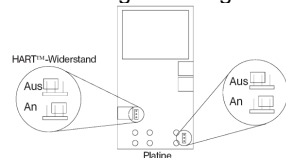

Abb. 10a.
4. Abbildung 10a. zeigt die Position der Hart™-Drahtbrücken.
4. Abbildung 10a. zeigt die Lage der Hart™-Drahtbrücken.